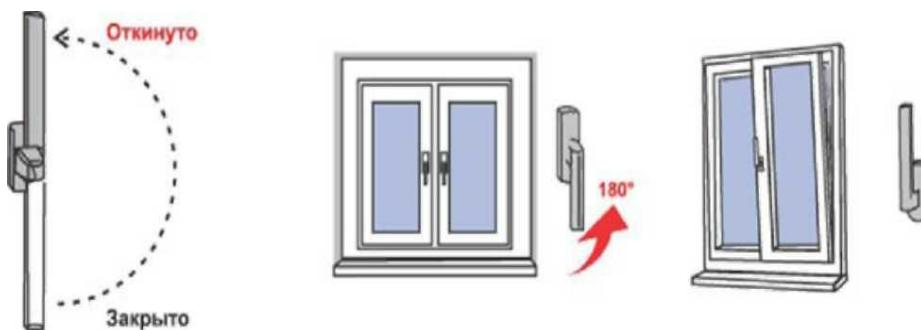

Рис.2
3) Для перевода створки из закрытого положение в откидное (поворот створки относительно нижней горизонтальной оси, положение «Откинуто» на Рис.2) ручку поворачивают вертикально на 180 градусов вверх, затем, потянув за ручку, поворачивают створку относительно нижней горизонтальной оси на заданный изготовителем угол (не более 10 градусов) (откидной режим).
4) Для запирания створки из открытого или откидного положения ее сначала закрывают и, придерживая створку рукой, поворачивают ручку вертикально вниз (положение «Закрыто» на Рис. 2).